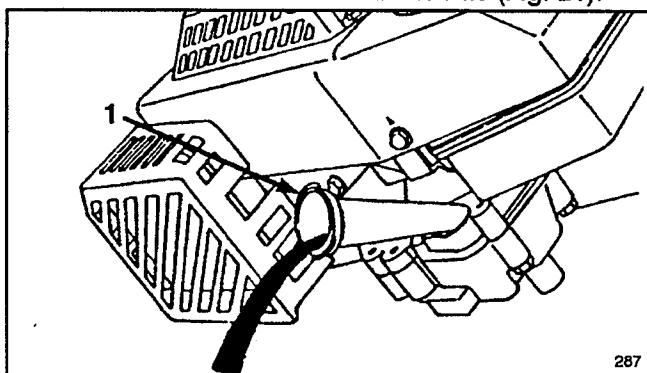

Figure 21
7. Basculer la tondeuse sur le côté gauche pour permettre à l'huile de s'écouler dans le bac (Fig. 21).